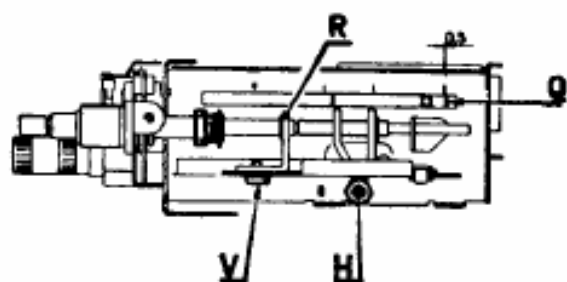

Fig. 3.
REGOLAZIONE VENTOLA. — La regolazione si effettua solamente agendo sulla vite H (fig. 3).
REGOLAZIONE CORSA DEL CARRELLO. — Tale regolazione si effettua sulla vite V (fig. 3).
3) Spostare opportunamente avanti o indietro la squadretta R (fig. 3) fino a che la guida posteriore del carrello Q si trovi alla distanza indicata dalla fig. 3.